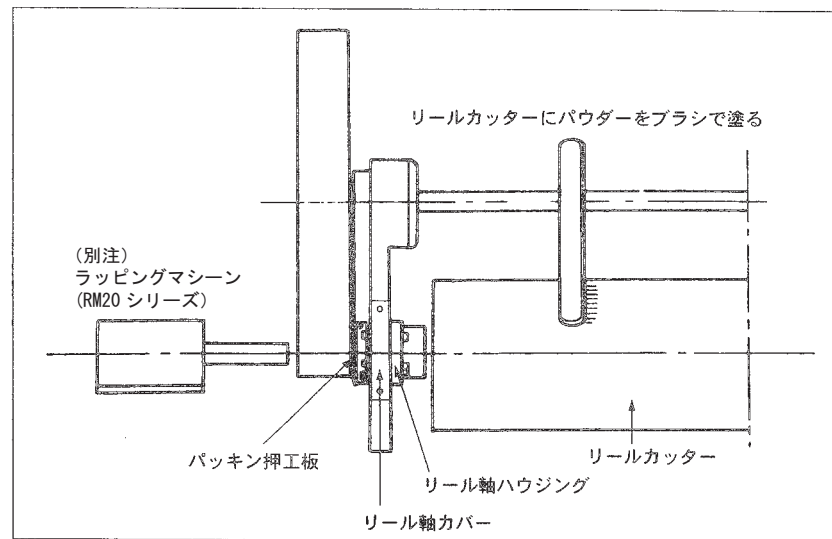

図4-1
- ① ラッピング研磨は、芝刈り作業終了後、そのままの状態新聞紙のよく切れる所と切れない所をチェックします。(全面が切れないときは、新聞紙を二重にし、切れない所をとくにチェックしてください)
- ② パッキン押工板(1-36)、ラッピング口パッキン(1-35)をはずし、ラッピングマシン(RM20シリーズ)を本機の20みぞ付特殊ナット(1-79)に接続します。(図4-1)
- ③ よく切れる所のみ、研磨剤(#100～#200)1に対し3～4の割合で油で混合したものをリールカッターに塗って逆回転させてください。(切口がけば立ち、切味の悪い所には、絶対に研磨剤を塗らないでください)
- ④ しばらく回転させておき、接触音がしなくなったら再度リールカッター全幅にわたり新聞紙が切れる所と切れない所を調べます。
リールカッターの両側についているリール軸ハウジング(1-25, 1-26)とリール軸カバー(1-71, 1-141)をはずすと、リールカッターは上に抜けます。(図4-1)